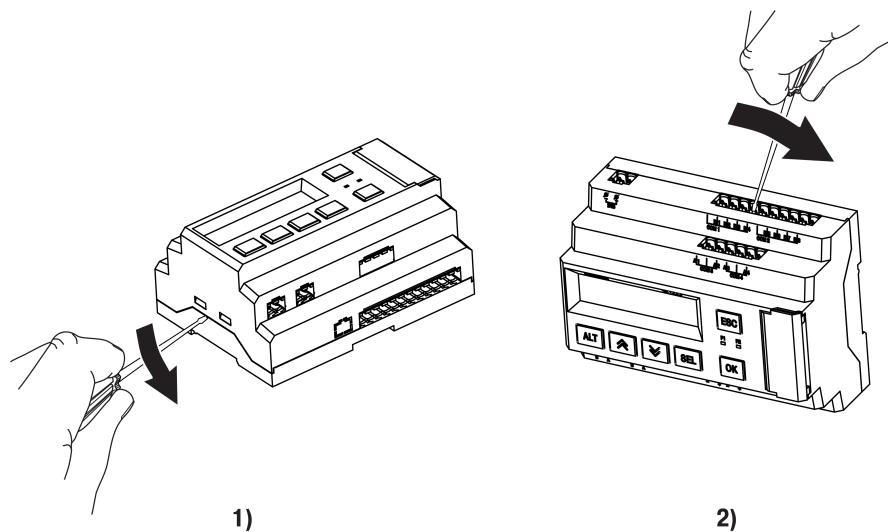

Рисунок 8.9 – Схема разборки ПР200. Снятие верхней крышки
- Снять верхнюю крышку. Для этого отверткой вывести из зацепления защелки основания из отверстий в торцевых поверхностях крышки (см. рисунок 8.9, 1). Приподнять крышку над основанием.
- Отверткой отогнуть крышку от разъемов на среднем уровне с двух сторон (см. рисунок 8.9, 2). Усилие следует прикладывать у нижних разъемов.